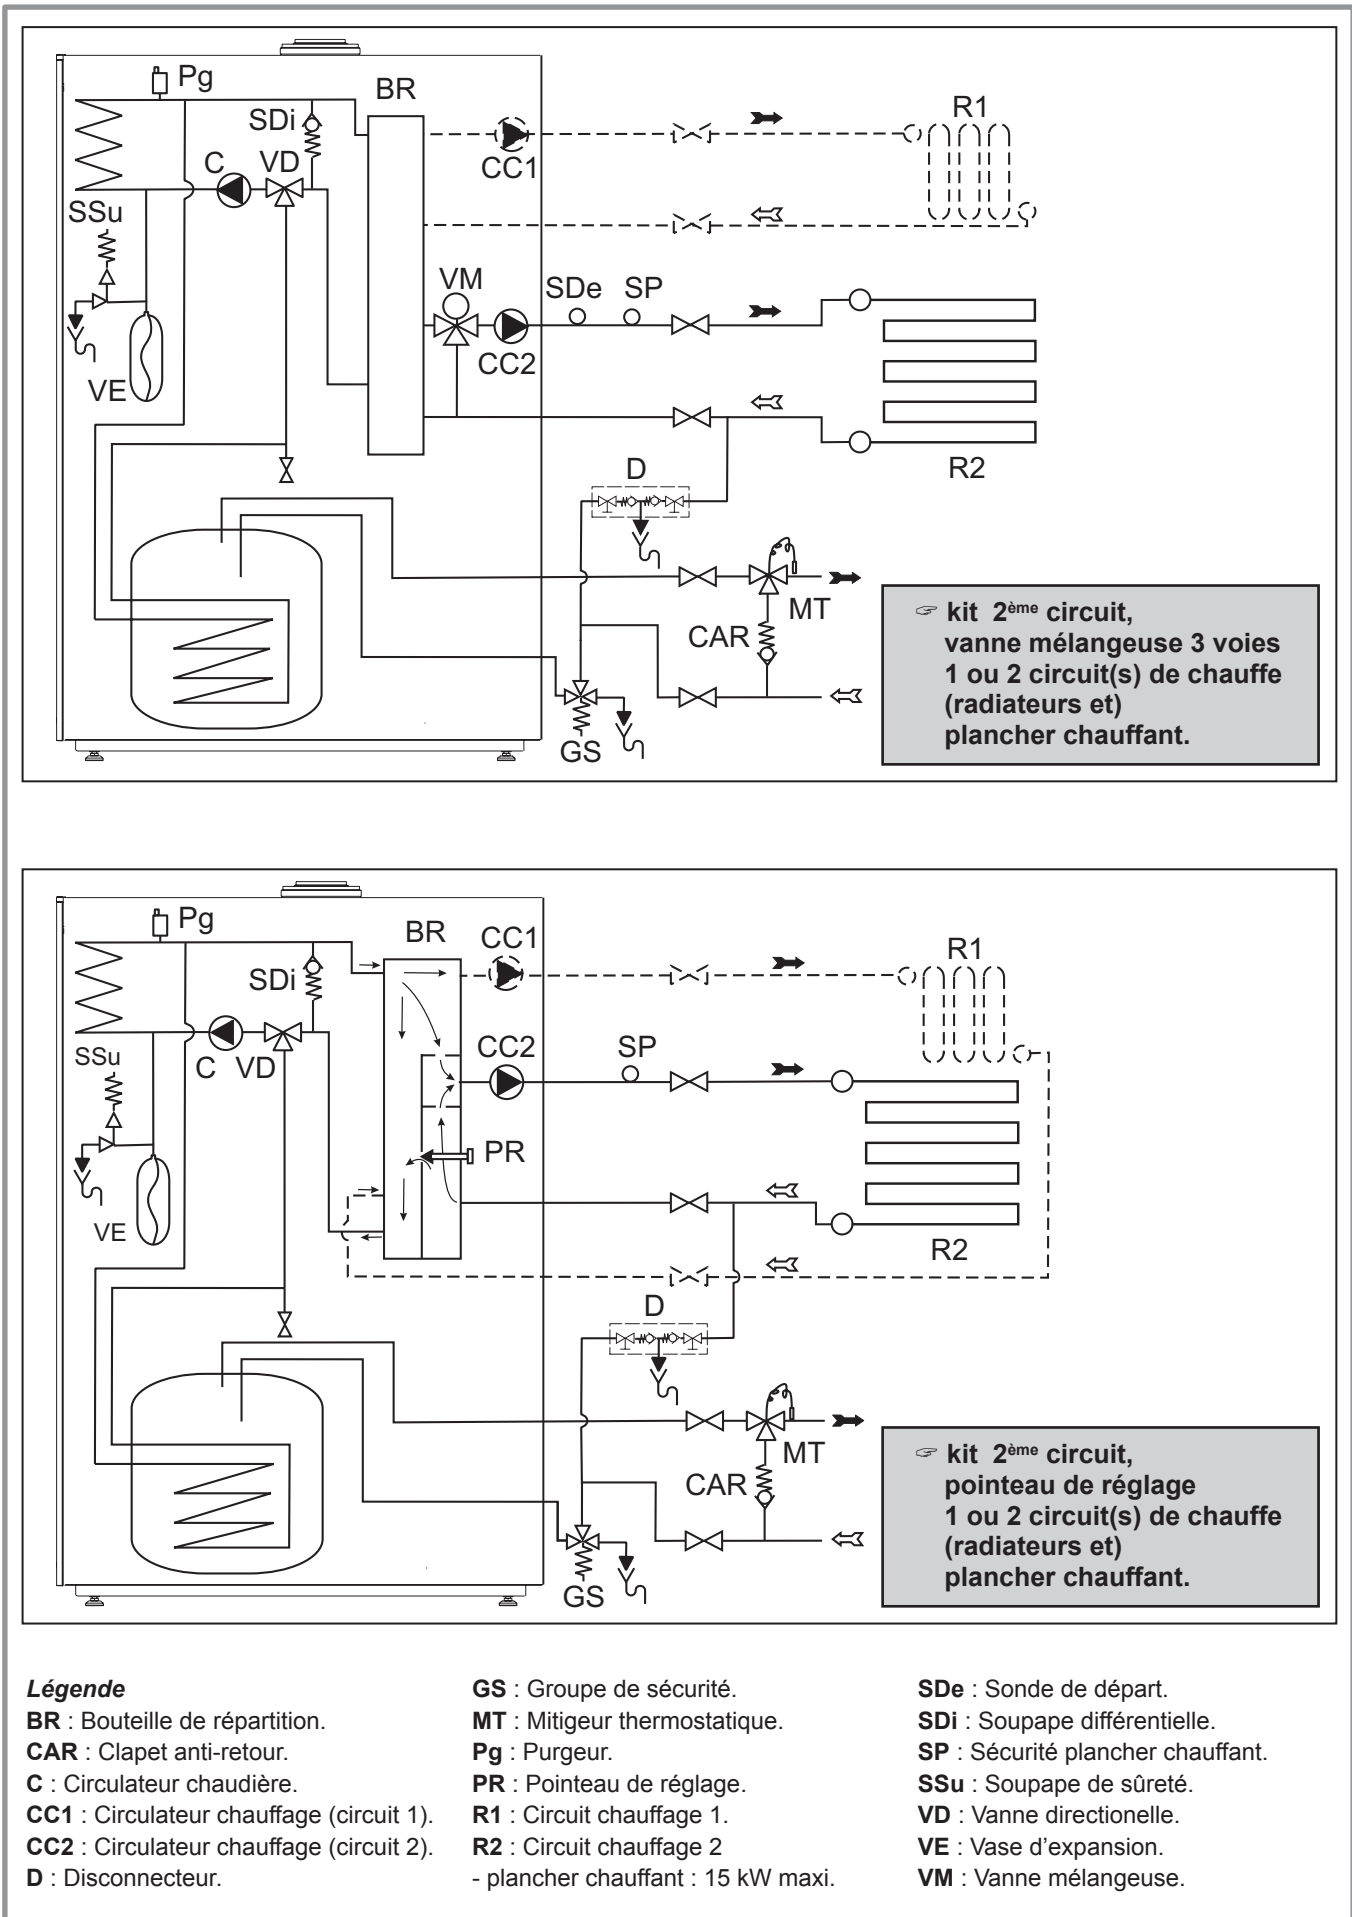

Figure 19 - Schéma hydraulique de principe, 1 ou 2 circuits (kit 2ème circuit)
• Kit hydraulique 2ème circuit **Vanne 3 voies** (074 715) (voir figure 19).
• Kit hydraulique 2ème circuit **Pointeau** (074 716) (voir figure 19).